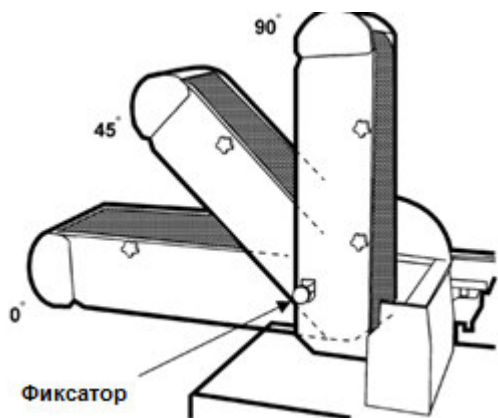

Рис. 19
2. Вытяните фиксатор (см. Рис. 19) и установите ленточный механизм в нужное положение. Затем отпустите фиксатор.
Плоское и контурное шлифование может осуществляться при горизонтальном и вертикальном положениях ленточного механизма, а также в положении механизма под углом 45 градусов. Чтобы изменить положение механизма, потяните фиксатор и установите механизм в нужное положение, затем отпустите фиксатор (см. Рис. 19).